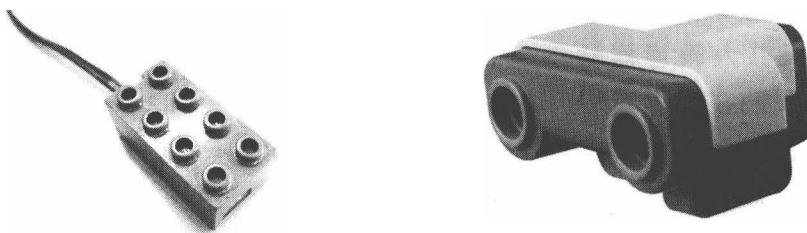

图 1-4 光电传感器和超声波传感器
(2)我们人在走路的时候是靠眼睛来看东西的，那么机器人怎么看东西呢？原来机器人可以靠光电传感器或测距传感器（如图 1-4）“看到”外部的东西，它们是机器人的眼睛，帮助机器人识别周围的环境，如：“周围有没有障碍物？”“离障碍物有多远？”等。